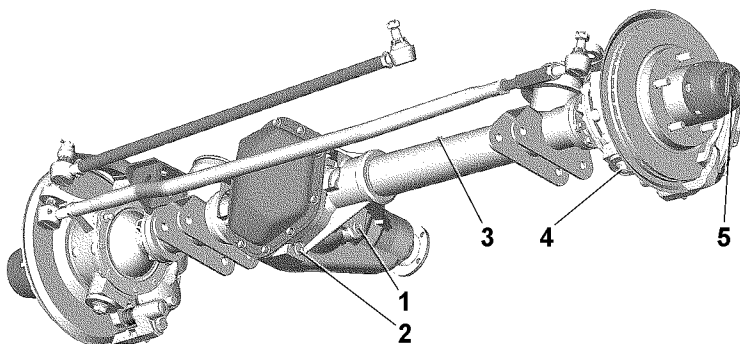

Рис. 9.29. Передний мост с неразъемным картером:
-установите пружинные шайбы и затяните болты (для мостов рис.9.29);